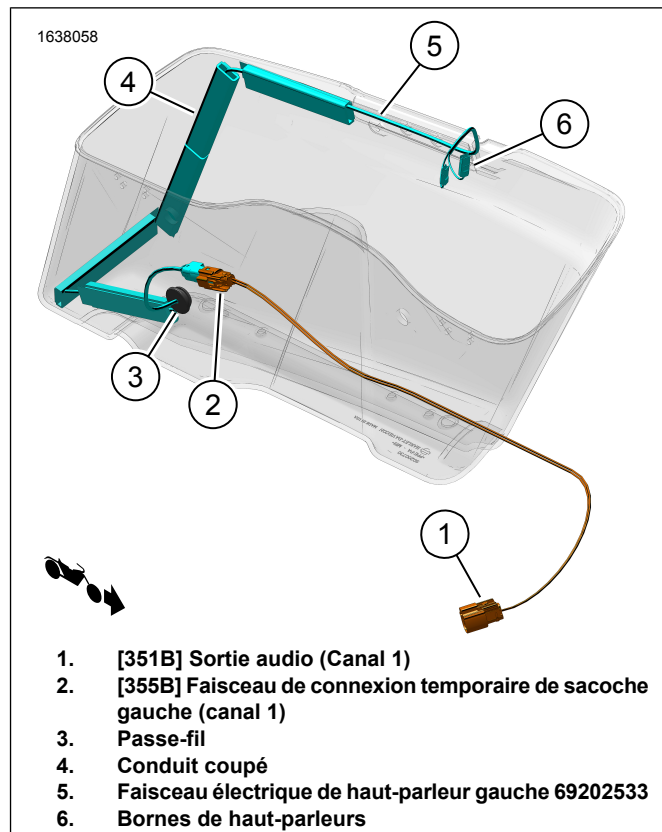
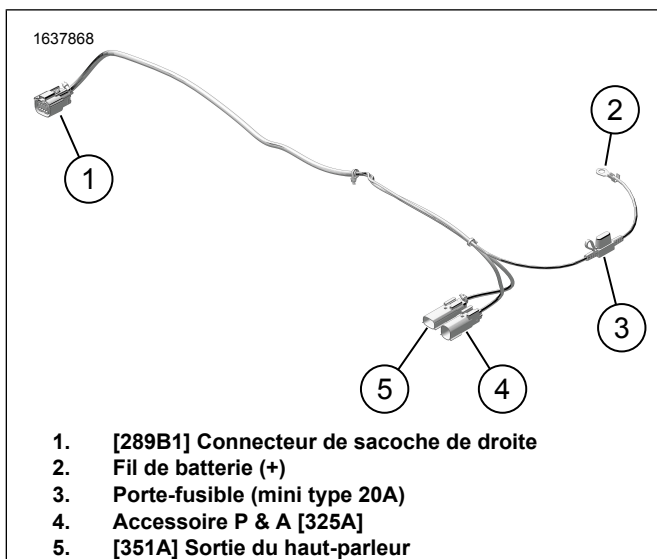
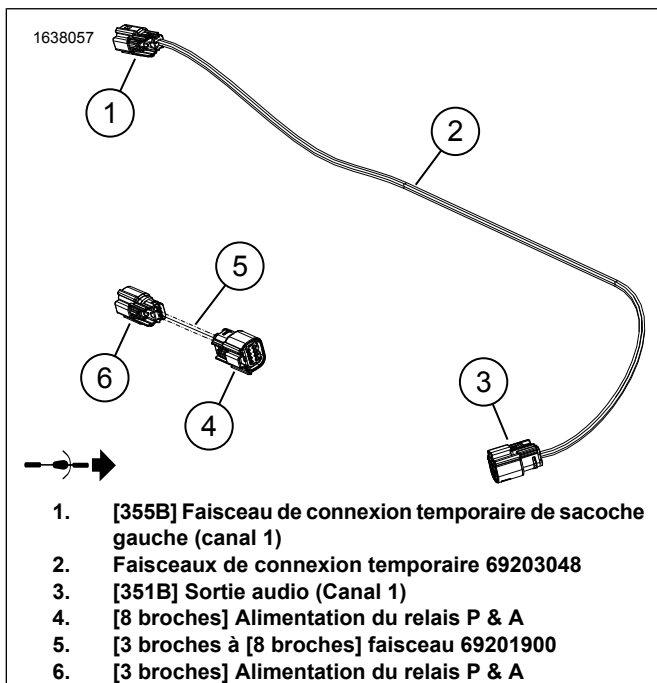

Figure 4. Acheminement du faisceau de la sacoche de gauche
Figure 15. Faisceau externe 69202870
Figure 16. Faisceaux de connexion temporaire
12. Voir la Figure 4. Installez le faisceau électrique de haut-parleur gauche.
- b. Voir la Figure 4. Acheminez le faisceau électrique (5) comme indiqué.
1. Voir la Figure 15. Branchez le fil positif (+) de la batterie (2) à la borne positive (+) de batterie. Consultez le manuel d'entretien.
- a. Voir la Figure 15. Acheminez [325A] (4) jusqu'au côté gauche du cadre du véhicule.
- b. Voir la Figure 16. Branchez [3 broches] (6) du faisceau de connexion temporaire (5) au [325A] (4) du faisceau externe 69202870. Voir la Figure 15.
- c. Voir la Figure 16. Branchez [8 broches] (4) du faisceau de connexion temporaire (5) au connecteur P & A du véhicule [4]. Situé sous la zone du capot latéral gauche.
- a. Acheminez [325A] (4) jusqu'au côté droit du cadre du véhicule.
- b. Voir la Figure 15. Branchez [325A] au connecteur P & A [325B]. Situé sous la zone du capot latéral droit.
4. Voir la Figure 15. Acheminer la branche [289B] (1) du faisceau externe le long du cadre et du support de garde-boue. À l'aide de sangles de câble, installez le faisceau aux points d'ancrage sans le serrer. Ne serrez pas les sangles de câble.
8. Voir la Figure 16. Acheminez et installez les faisceaux de connexion temporaire 69203048 (2).
- a. Voir la Figure 16. Branchez [355B] (1) du faisceau de connexion temporaire (2) au faisceau du haut-parleur de la sacoche gauche (5). Voir la Figure 4.
- c. Voir la Figure 16. Acheminez [351B] (3) sur le faisceau de connexion temporaire 69203048 (2) vers [351A] (5) sur le faisceau externe 69202870. Voir la Figure 15.
10. Voir la Figure 1. Installez un fusible de 20 ampères (18) dans le porte-fusible du faisceau externe (3). Voir la Figure 15.
- a. Branchez [360LA] à gauche (L).
- b. Branchez [360RA] à droite (R).
4. Voir la Figure 15. Branchez au [351A] (5).